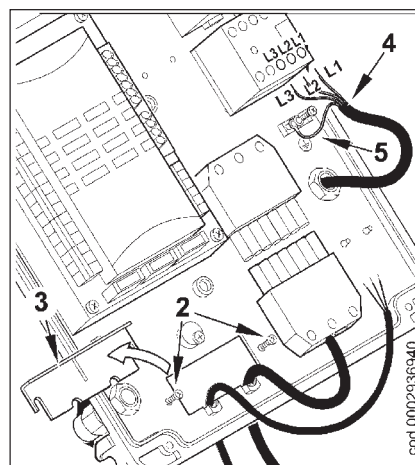

Fig. 2
- 2) Desserrer les vis (2) et après avoir démonté la plaquette serre-câbles (3), faire passer à travers le trou la fiche à 7 pôles et le câble de commande de modulation (fig. 2). Connecter les câbles d'alimentation (4) au térupteur, fixer le câble de terre (5) et serrer le presse-câble correspondant.